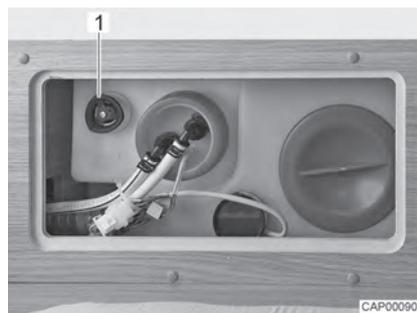

Fig. 107 Réservoir d'eau avec poignée tournante
- Faire tourner à fond dans le sens des aiguilles d'une montre la poignée tournante (Fig. 107,1) située sur le réservoir d'eau.
- Faire tourner la poignée tournante (Fig. 107,1) située sur le réservoir d'eau dans le sens inverse des aiguilles d'une montre jusqu'à ressentir une résistance. L'eau s'écoule, env. 20 litres restent.